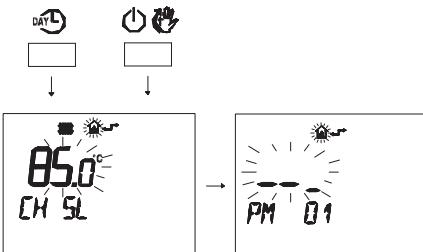

Рисунок 5.48
- Нажмите одновременно кнопки DAY/L и WRENCH, чтобы войти в поле введения настроек (Рисунок 5.48).